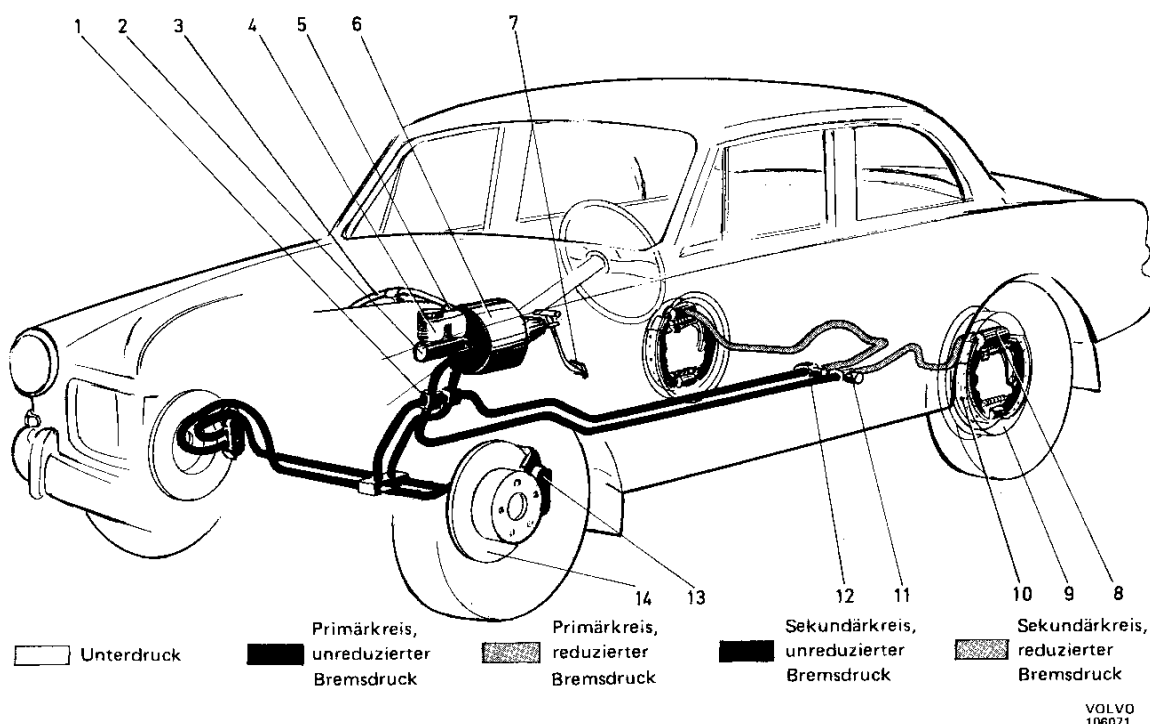

Abb. 7 Zweikreis-Fußbremsanlage, B 20
Die Bremshydraulik besteht aus zwei separaten Bremskreisen mit gemeinsamem Hauptzylinder (2, Abb. 7) vom Tandemtyp und Doppelbestückung der Vorderradbremmen (13) mit je zwei voneinander unabhängigen Radbremszylindern. Aus dem einen Bremskreis werden die unteren Zylinder der Vorderradbremmen und das rechte Hinterrad gespeist, aus dem anderen Kreis die oberen Vorderradzyylinder und das linke Hinterrad. Hiermit ist die Bremsleistung auch dann sichergestellt, wenn einer der beiden Bremskreise ausfallen sollte.